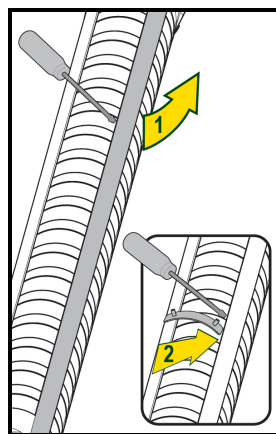

Fig.1a
1. Introduceți baza sub cele două tije cu ajutorul unei șurubelnițe (Fig1a-1b).